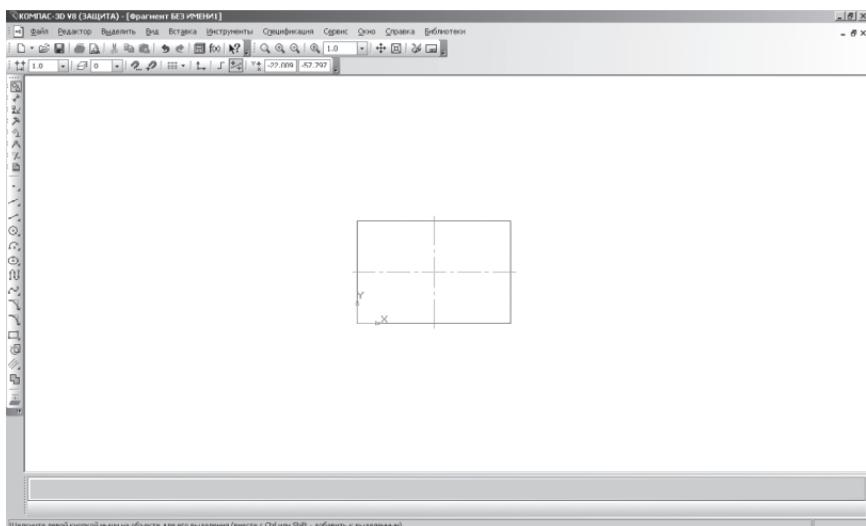

Рис. 29. Уменьшение масштаба
- щелкните по кнопке – **Уменьшить масштаб** 6 раз и сравните полученное изображение с рис. 29.